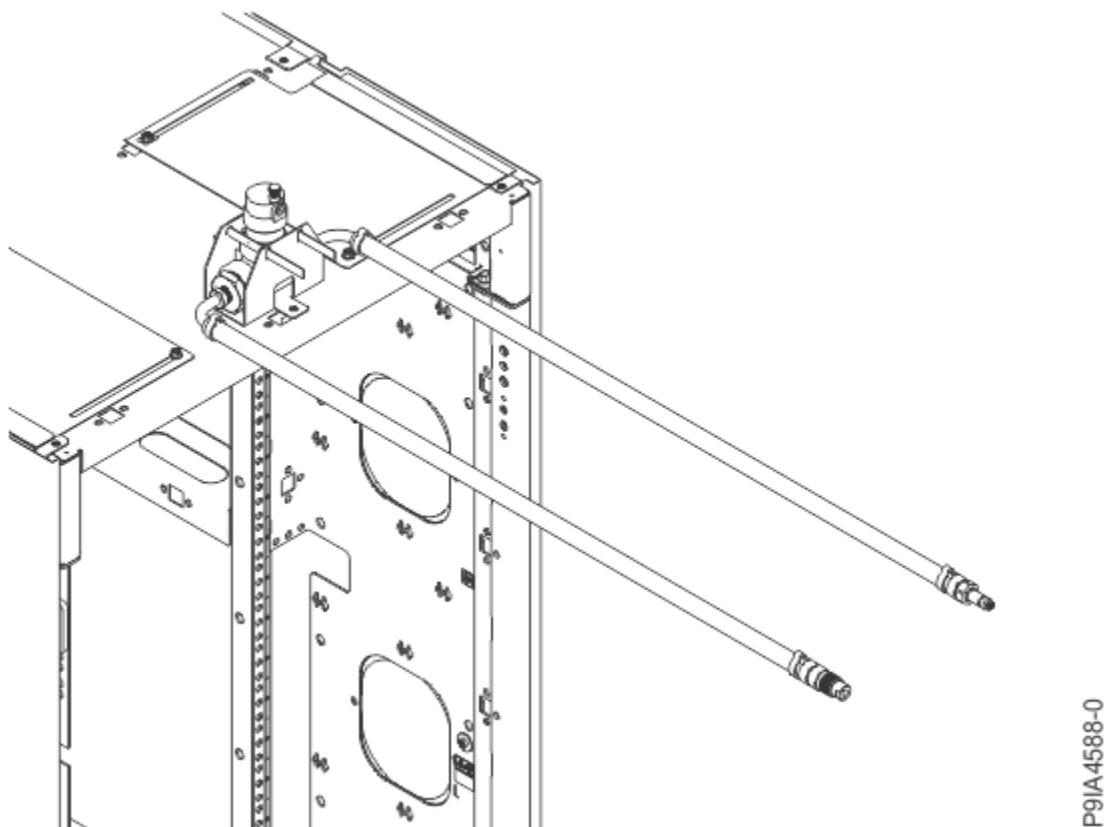

Figura 43. Atașarea unelei de evacuare în partea de sus a dulapului
3. Plasați valva de evacuare a aerului pe partea de sus a dulapului și fixați-o acolo. Trebuie să fie utilizat un șurub pentru a fixa unealta de evacuare pe dulap. Pentru informații suplimentare, vedeți Figura 43 la pagina 80.